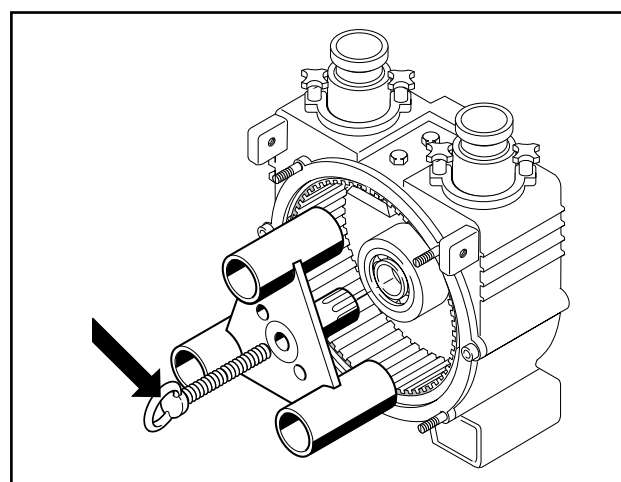

Fig. 16 Desmontaje del rotor
6. Desenrosque el tornillo de retención del rotor (n.º de pieza 1018, Fig. 16).
Separe el rotor, en caso necesario, usando los taladros de desmontaje M 10 y el tornillo de sujeción (flecha de la Fig. 16).